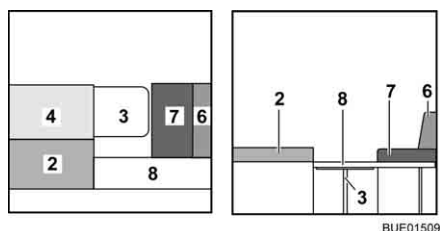

Fig. 145 Durante la trasformazione
- Posizionare il cuscino dello schienale (Fig. 145,4) accanto al cuscino del divano (Fig. 145,2).
- Aprire i puntelli dell'allargamento letto (Fig. 145,8) e agganciare l'allargamento letto negli attacchi sulle cassapanche.